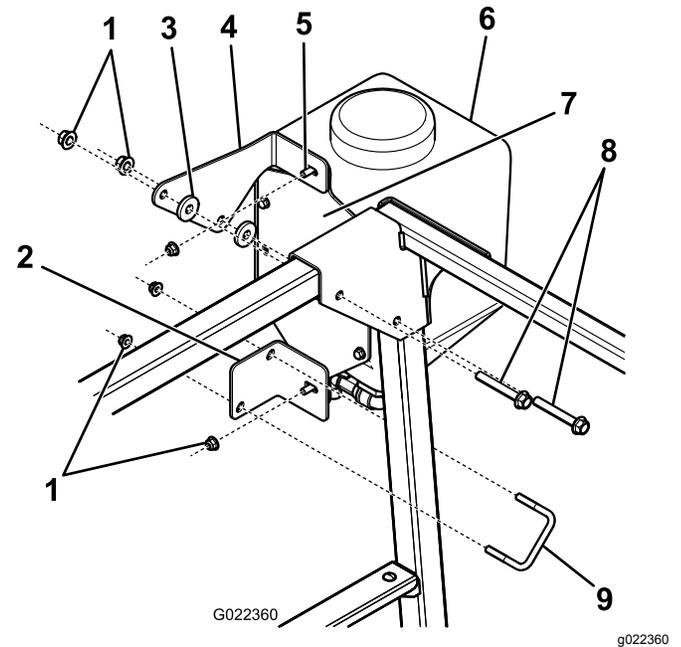

Figure 25
1. Montez les supports supérieur et inférieur d'eau fraîche sur le réservoir au moyen de 2 boulons à embase et écrous à embase (Figure 25).
2. Fixez le support supérieur du réservoir d'eau fraîche à la structure ROPS au moyen de 2 rondelles, 2 boulons et les écrous existants (Figure 25).
3. Fixez le support inférieur du réservoir d'eau fraîche à la structure ROPS au moyen de l'étrier fileté et de 2 écrous à embase (Figure 25).